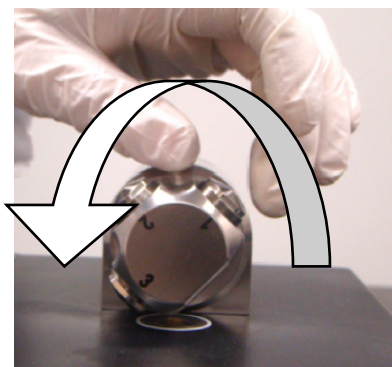

图 8. 旋转 DialPath
- 1 旋转 DialPath 臂以打开 DialPath (参见图 8)。